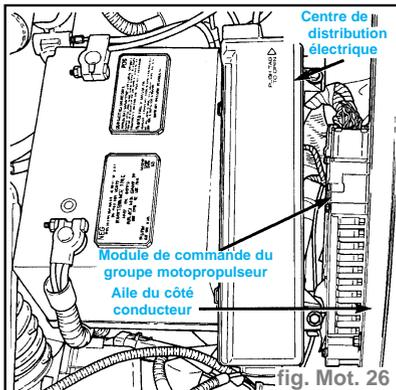

fig. Mot. 26
- examiner les fusibles du centre de distribution électrique (PDC). Vérifier que tous les fusibles et relais sont complètement engagés dans le PDC (fig. Mot. 26). Une étiquette fixée au dos du couvercle du PDC identifie les relais et fusibles du PDC,